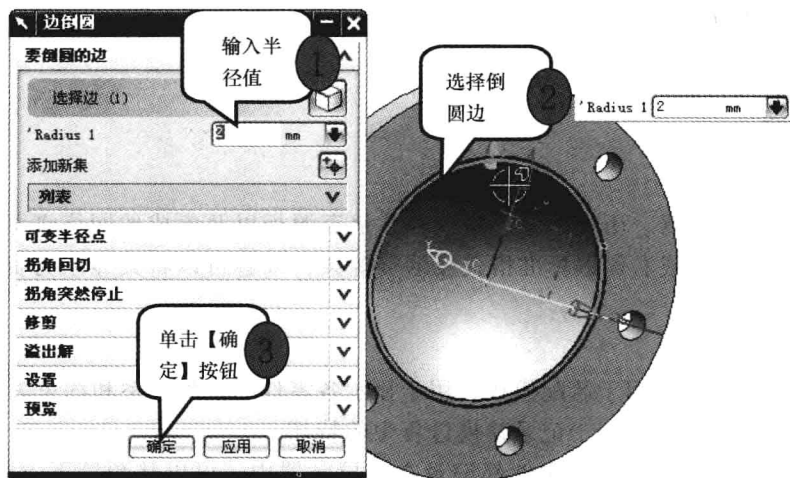

图 1-27 【边倒圆】对话框
(7) 完成零件一条边倒圆角。选择菜单中的【插入】→【细节特征】→【边倒圆】命令，或在【特征操作】工具条选择【边倒圆】图标, 打开边倒圆对话框。选择如图 1-27 所示的一条边，输入半径值为【2】，其他选项默认，单击【确定】按钮，完成一条边倒圆角。